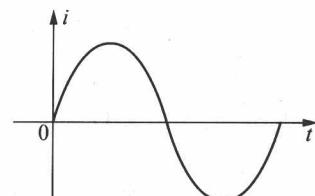

图 1-15 交流电
② 交流：大小和方向都随时间变化的电流，称为交流电(AC)，用“ i ”表示波形，如图1-15所示。